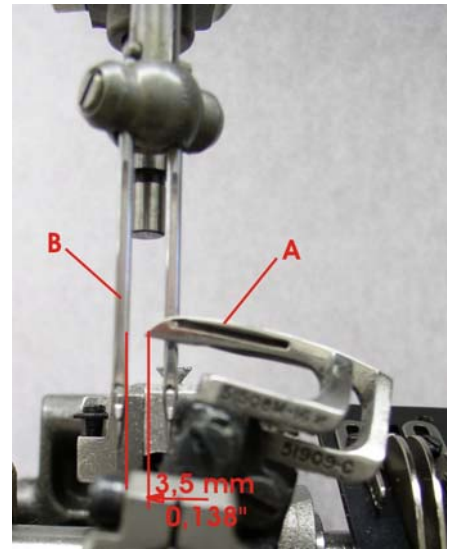
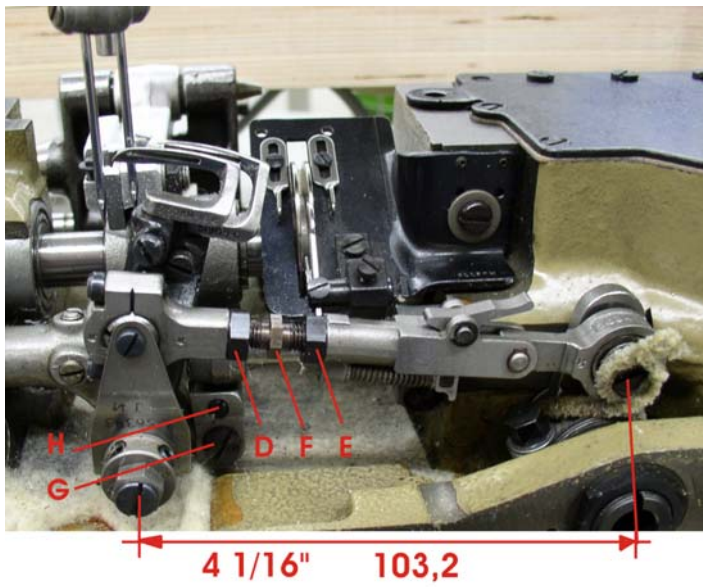

Fig. 6
Fig. 6A
Looper gauge is 0.138 inch (3.5 mm) which is the distance from point of looper (A, Fig. 6) to centerline of needle (B) when looper is at extreme right end of its travel. Adjustment can be made by loosening nut (D, Fig. 6A), (it has a left hand thread) and nut (E, Fig. 6A); turn connecting rod (F, Fig. 6A) as required to attain specified dimension. Hold connecting rod in position and tighten nut (E, Fig. 6A), then nut (D, Fig. 6A).
While turning handwheel in operating direction and the looper (A, Fig. 7) moves to the left, its point should be set to touch but not bend at rear of needle (B, Fig. 7). Adjustment can be made by loosening screw (G, Fig. 6A), turn stop screw (H, Fig. 6A) clockwise to move looper towards the rear, counterclockwise acts the reverse. It is suggested to pull looper to the front for this adjustment. Tighten screw (G, Fig. 6A) and recheck movement of looper.
Der Greiferabstand beträgt 3,5 mm (0,138 inch), dies ist der Abstand von der Greiferspitze (A, Fig. 6) bis zur Mitte der Nadel (B, Fig. 6), wenn der Greifer in der rechten Endstellung seiner Bewegung ist. Zur Einstellung lösen Sie die Mutter (D, Fig. 6A), (sie hat Linksgewinde) und die Mutter (E, Fig. 6A) und drehen die Verbindungsstange (F, Fig. 6A) nach Bedarf, um den vorgeschriebenen Abstand zu erhalten. Halten Sie die Verbindungsstange in dieser Stellung fest und ziehen Sie die Mutter (E, Fig. 6A) und dann die Mutter (D, Fig. 6A) an. BEACHTEN SIE: Vergewissern Sie sich, daß das linke Kugelgelenk senkrecht steht und nach dieser Einstellung nicht klemmt.
Wenn das Handrad in Nährichtung gedreht wird und der Greifer (A, Fig. 7) sich nach links bewegt, muß seine Spitze so eingestellt sein, daß sie die Rückseite der Nadel (B, Fig. 7) ganz leicht streift aber nicht wegdrückt. Zur Einstellung lösen Sie die Schraube (G, Fig. 6A) und drehen die Anschlagsschraube (H, Fig. 6A) im Uhrzeigersinn um den Greifer nach hinten zu verstellen, drehen im Gegenuhrzeigersinn bewirkt das Gegenteil. Es ist vorteilhaft den Greifer leicht nach vorne zu drücken, während Sie diese Einstellung machen. Ziehen Sie die Schraube (G, Fig. 6A) an nachdem Sie die Einstellung gemacht haben und prüfen Sie die Bewegung des Greifers nochmals.